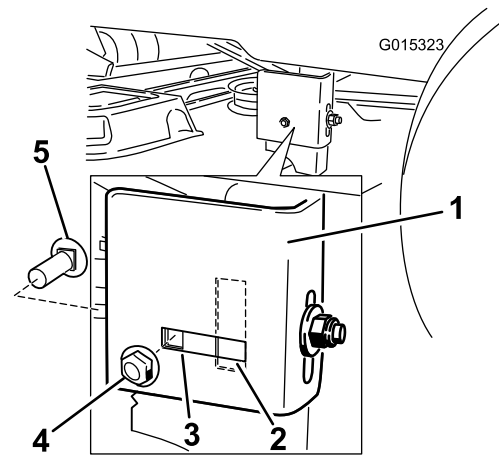

Bild 51
- Gehen Sie zur linken Seite der Maschine. Entfernen Sie die Schlossschraube an der Seite und die Sicherungsmutter von der starren Position und setzen sie lose in die hintere, geschlitzte Position (Bild 51).